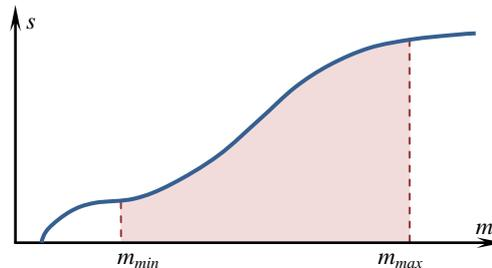

Figure 6 : Etendue de mesure d'un capteur
**Etendue de mesure :** ( $E.M.$ ) différence entre la valeur minimale  $m_{min}$  et maximale  $m_{max}$  du mesurande à obtenir :  $E.M. = m_{max} - m_{min}$ . L'étendue de mesure est définie par la courbe d'étalonnage du capteur (figure 6) qui à chaque valeur du mesurande  $m$  fait correspondre un signal de sortie  $s$  unique.